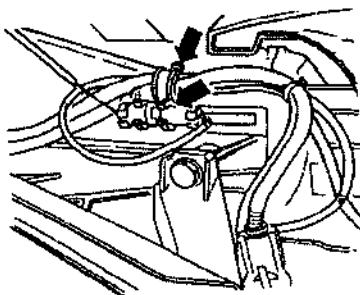

图 4.14 拆下倒挡开关的两脚接头
- ⑧ 按图 4.14 中箭头所指, 从变速器盖上拆下倒挡开关的两脚接头, 打开线束夹子和卡箍。